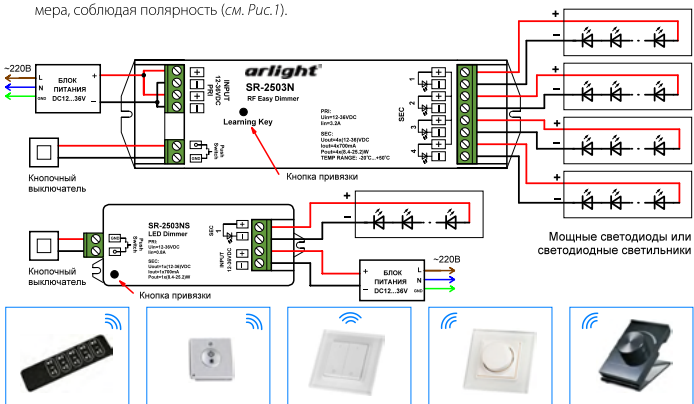

Рис. 1. Схема подключения диммеров.
3. Подключите светодиоды или другой совместимый светодиодный источник света к выходу **SEC** диммера, соблюдая полярность (см. Рис. 1).